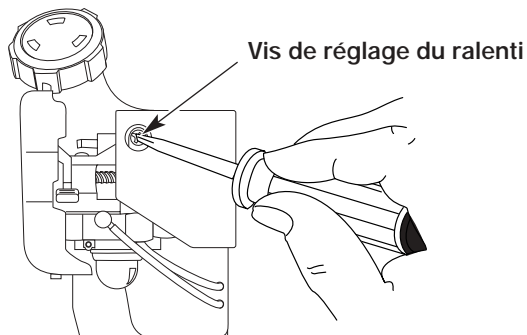

Fig. 66
La vitesse de ralenti du moteur est réglable à l'aide d'une vis de réglage accessible par un trou situé sur le dessus du couvercle du moteur (Fig. 66).
2. Relâchez le levier d'accélérateur et laissez le moteur au ralenti. Si le moteur s'arrête, insérez un petit tournevis à embout cruciforme ou à tête plate dans le trou du couvercle du moteur (Fig. 66). Vissez la vis de réglage du ralenti de 1/8 de tour à la fois (selon le besoin) jusqu'à ce que le moteur tourne au ralenti.